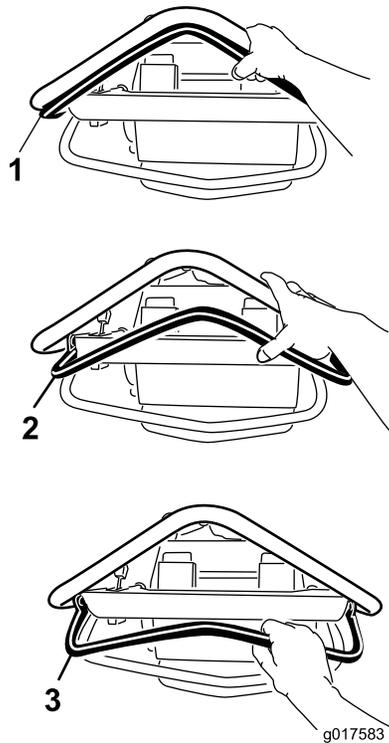

Figura 14
- Para desplazarse hacia adelante, presione la palanca de control hacia adelante (Figura 14). Cuanto más mueva la palanca hacia adelante, más rápidamente se desplazará la máquina.
- Para desplazarse hacia atrás, tire hacia atrás de la palanca de control (Figura 14). Cuanto más mueva la palanca hacia atrás, más rápidamente se desplazará la máquina.
- Para detenerse, suelte la palanca de control (Figura 14).